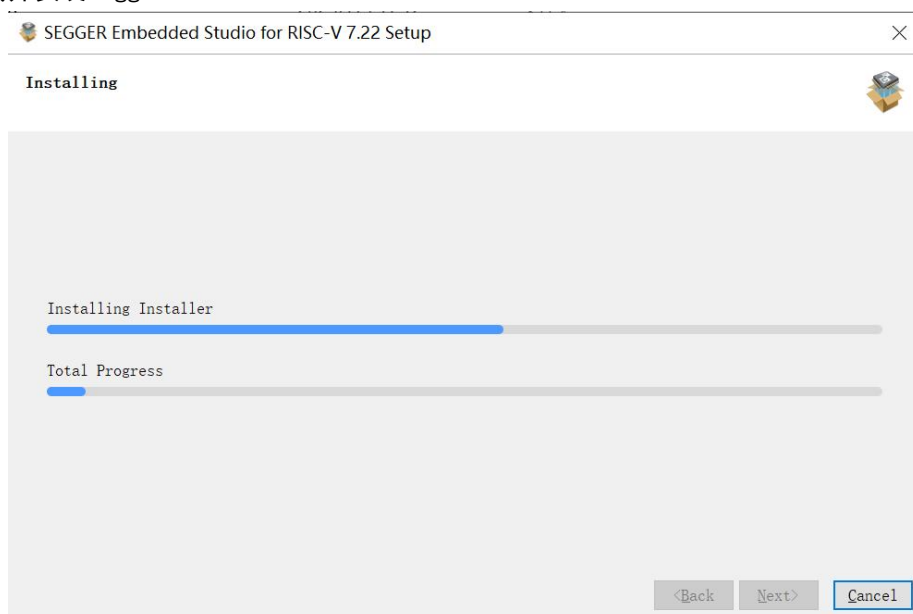

图 13: 安装Segger Embedded Studio For RISC-V
3. 下载hpm_app_vx.x.x.zip压缩包后解压到当前文件夹，打开解压后的文件夹，把hpm_app文件夹整体拷贝到sdk_env_v1.4.0目录下，如图13所示：